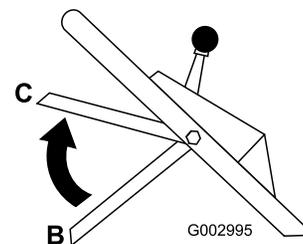

Figura 20
4. Levante la barra de control hasta la posición central, unas 13 cm (5 pulg.) por debajo del travesaño del manillar (Posición C en Figura 20).
5. Suelte la barra de control de la cuchilla (Posición B en Figura 20).